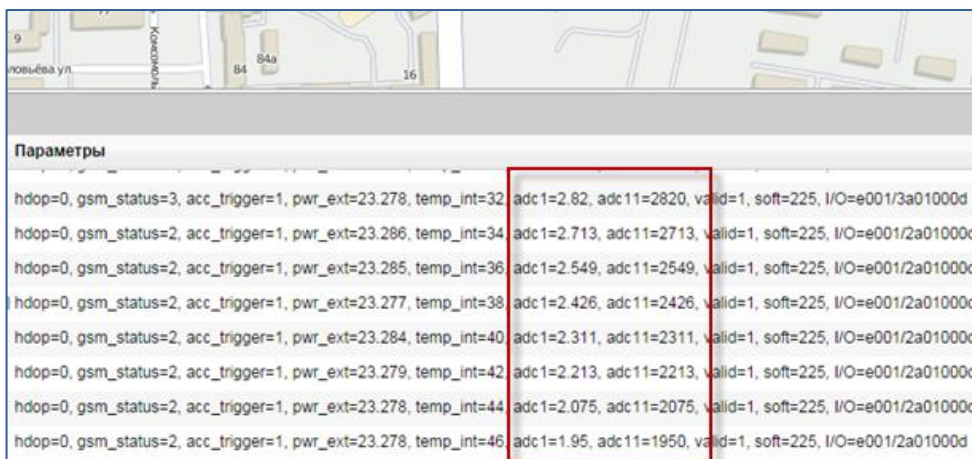

Рисунок 9. Отражение информации в программе сервера мониторинга
2. проверьте поступление данных на сервер мониторинга (Рис. 9);